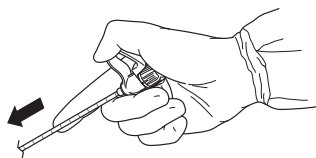

图 1 - 插入通路套管/管芯装置
2. 在透视引导下，将通路套管/管芯装置插入手术部位(图 1)。